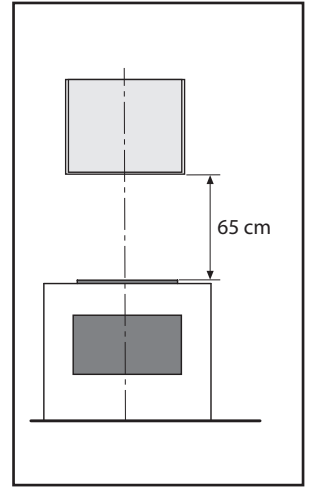
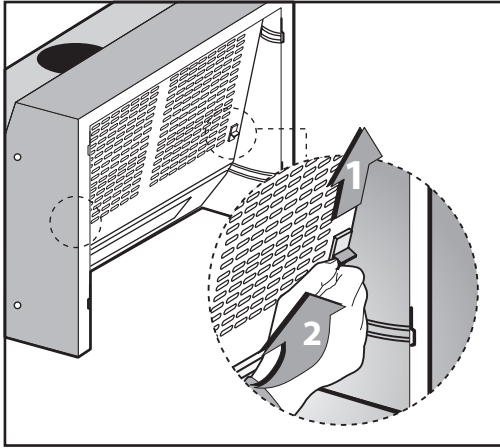

Fig.3
Fig.8
- La distanza minima fra la superficie di supporto dei recipienti di cottura sul dispositivo di cottura e la parte più bassa della cappa da cucina deve essere di almeno **65 cm** (Fig.3). Se dovesse essere usato un tubo di connessione composto di due o più parti, la parte superiore deve essere all'esterno di quella inferiore. Non collegare lo scarico della cappa ad un condotto in cui circoli aria calda o utilizzato per evacuare fumi degli apparecchi alimentati da un'energia diversa da quella elettrica. Prima di procedere alle operazioni di montaggio, per una più facile manovrabilità dell'apparecchio disinserire i filtri metallici e/o pannello in alluminio (Fig.8/9).